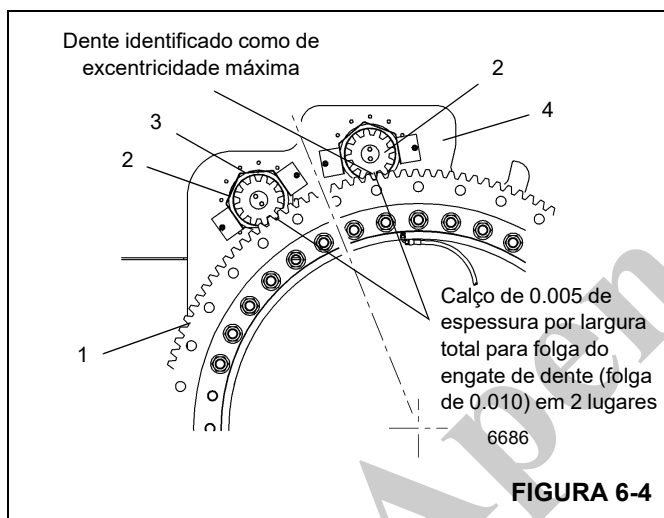

FIGURA 6-4
5. Oriente a engrenagem de coroa de forma que seu ponto de excentricidade máxima ("ponto superior") esteja localizado entre os acionamentos do giro. Posicione os acionamentos do giro de forma que o pinhão fique centralizado no recorte na placa da base e as entradas do motor fiquem voltadas para o lado externo (Figura 6-4).